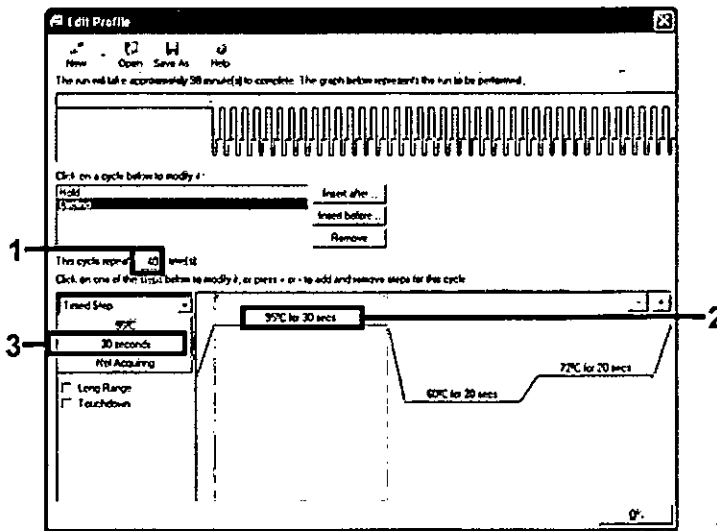

Ilustración 6. Paso de ciclado a 95 °C.
8. Cambie el número de repeticiones de ciclo a 40. Seleccione el primer paso y establezca el valor en "95°C for 30 secs" (95 °C para 30 s) (consulte la ilustración 6).